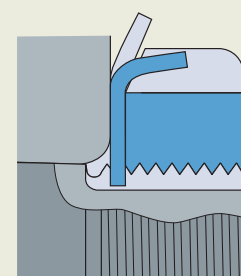

Fig. 6
- tienen ocho ranuras equidistantes entre sí alrededor de su circunferencia para soportar una llave de impacto (fig. 6).